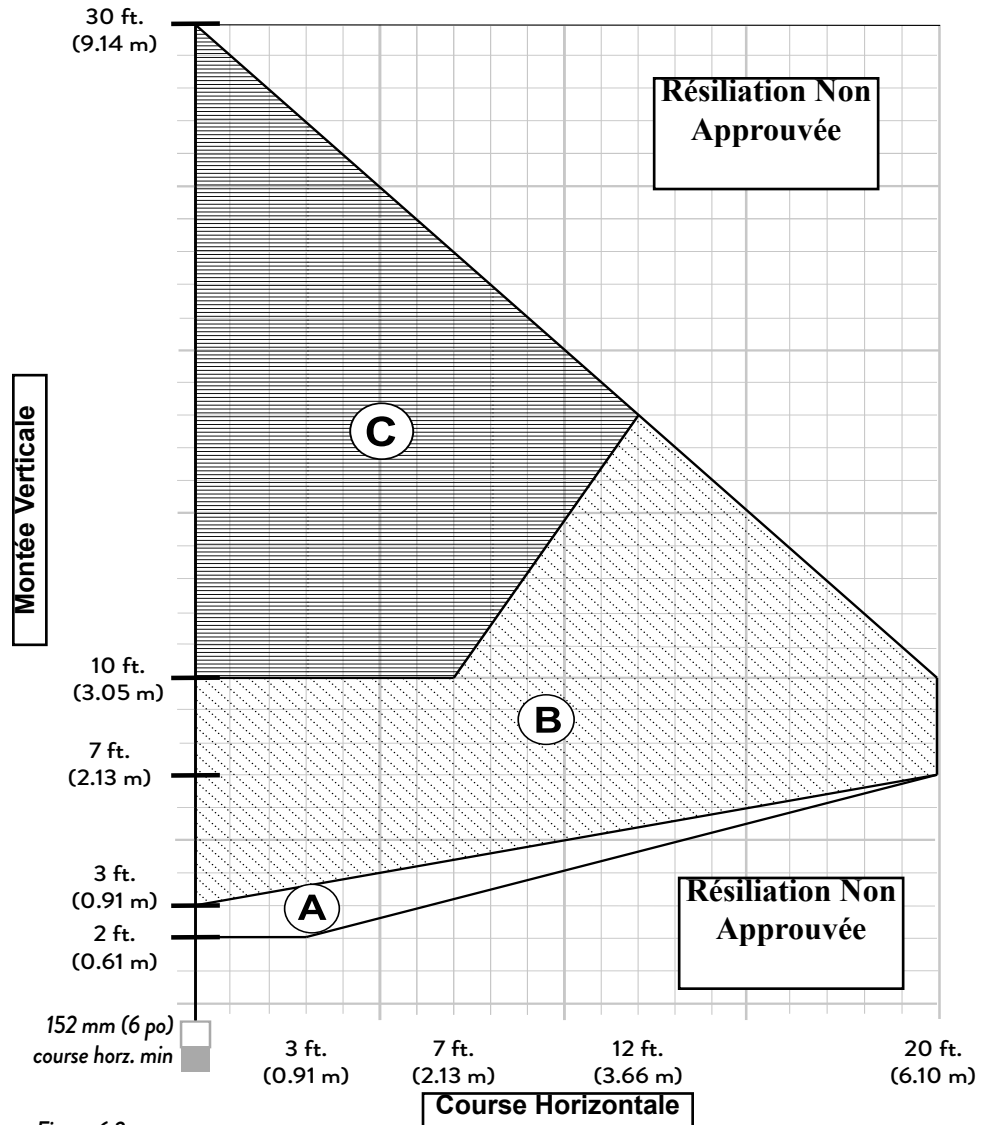

Figure 6.2.
La plaque du limiteur d'échappement est située à l'arrière de la boîte à feu. Le réglage s'effectue en tournant la molette située sur le capot arrière dans une plage allant de la position complètement ouverte (sans restriction), réglée en usine, à une position complètement restreinte. Voir les figures 6.2 et 6.3. Les signes moins (-) et plus (+) sur le cadran se rapportent à des degrés de restriction, de zéro à environ 70 %. Les trois positions lettrées correspondent aux zones de terminaison (A, B, C) schématisées à la figure 6.4. Utilisez le diagramme pour déterminer le degré de restriction et le réglage de l'obturateur qui correspond à votre configuration de ventilation.
Déterminez la position de l'encoche du cadran appropriée à votre configuration d'évent comme indiqué dans la figure 6.2. Faites pivoter le cadran pour aligner la vis avec cette encoche.
- La terminaison doit se situer dans les zones ombrées des grilles illustrées dans la matrice de ventilation, figure 6.2, page 10.
- La course horizontale maximum est de 20 pi. (152 cm) Voir la figure 6.2 pour les limites des zones de terminaison correspondantes.
- Toute terminaison horizontale doit se situer dans la partie ombrée de la matrice de la fenêtre d'aération illustrée à la figure 6.2.